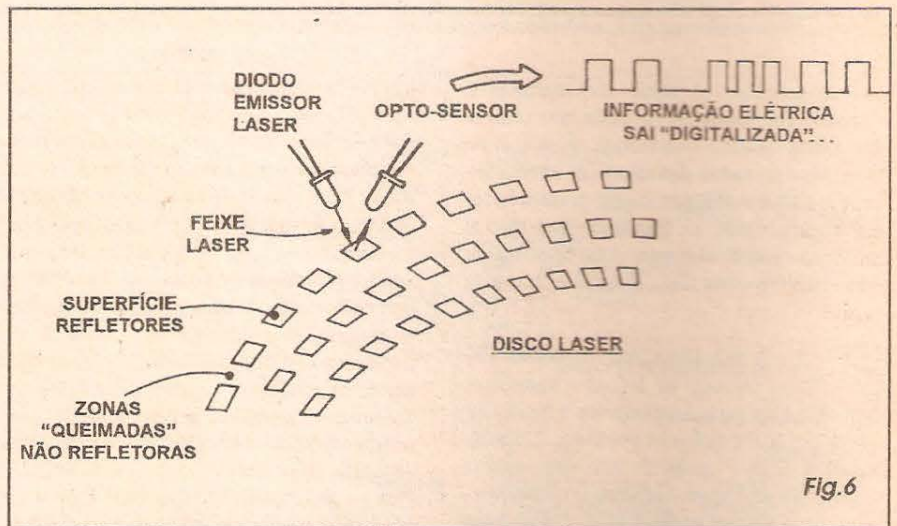

Fig.6
- FIG. 6 - A GRAVAÇÃO ÓPTICA - Modernamente, o método de *guardar* o SOM (podendo ser reproduzido a qualquer momento, e quantas vezes se queira...), comercialmente crescente (na prática substituiu já quase que completamente a *velha* gravação fonográfica, em discos de vinil...) é o chamado DISCO LASER, que consubstancia uma forma totalmente óptica de eternizar as manifestações... Antes de comentar tecnicamente os princípios de gravação e reprodução ópticos, por *laser*, é bom deixar claro que em essência, guarda importantes diferenças com relação aos métodos já descritos: a gravação mecânica ou magnética convencionais operam com manifestações *analógicas*, ou seja, com sinais (ainda que traduzidos...) sempre *diretamente proporcionais* em intensidade, à manifestação original... Os modernos métodos ópticos operam *digitalmente*, ou seja: a partir de uma *frequência de amostragem*, os sinais acústicos são transformados em *bits*, ou em informações tipo *sim-não*, *alto-baixo*, "1" - "0", enfim, grande-